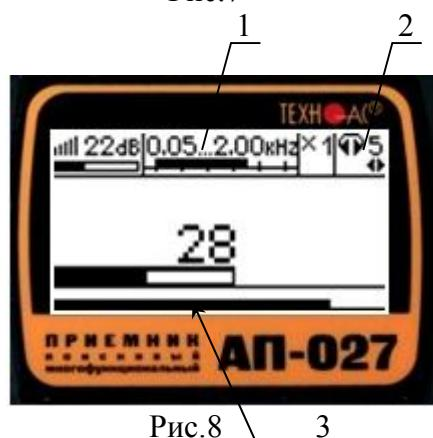

Рис.8
**4.3.3** Установить уровень входного сигнала кнопками «чувствительность» **|||||** и **|||||** поз.8 рис.5, ориентируясь по показаниям индикатора «узкая шкала» (предпочтительно на 50...70% от максимума) рис.8.